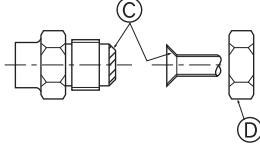

Fig. 4-5
(A) (Fig. 4-5)
(B) (Fig. 4-5)
4.4. Boruların bağlanması (Fig. 4-5)